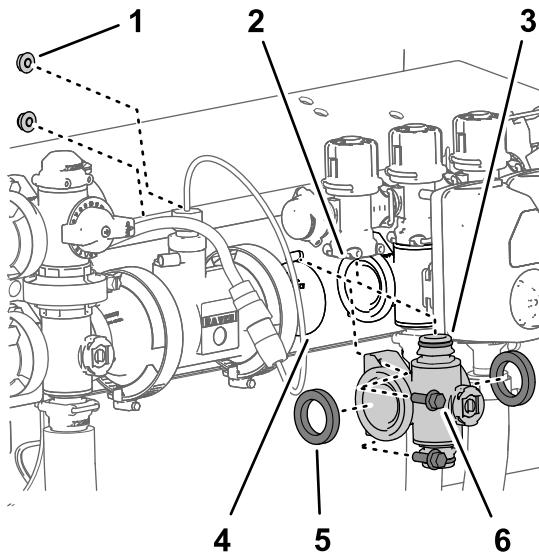
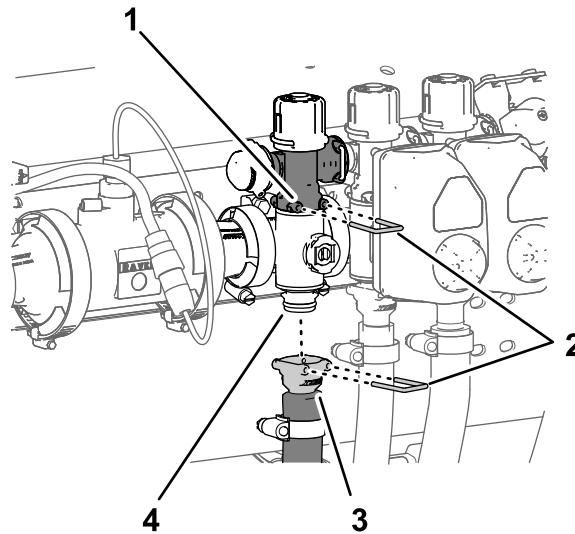

Bild 117
Bild 118
1. Fluchten Sie die zwei Dichtungen, die Sie in Entfernen des Abschnittverteilerventils \(Seite 85\) entfernt haben, mit den Flanschen des Abschnittventilverteilers aus (Bild 117).
2. Flüchten Sie den Flansch des Abschnittventilverteilers zwischen den Flanschen der anderen Abschnittventile und/oder dem Kupplungsadapter aus (Bild 117).
3. Befestigen Sie das Schnellkupplungsanschlussstück des Abschnittventilverteilers mit einem Schnellkupplungsstift am Schnellkupplungsunterteil des Abschnittsicherheitsventils (Bild 117 und Bild 118).
Entfernen des Abschnittverteilerventils (Seite 85) entfernt haben, an der Ventilstütze (Bild 117).
8. Befestigen Sie die Schnellkupplung des Abschnittschlauchs mit dem Schnellkupplungsstift am Schnellkupplungsanschlussstück des Abschnittventilverteilers (Bild 118).